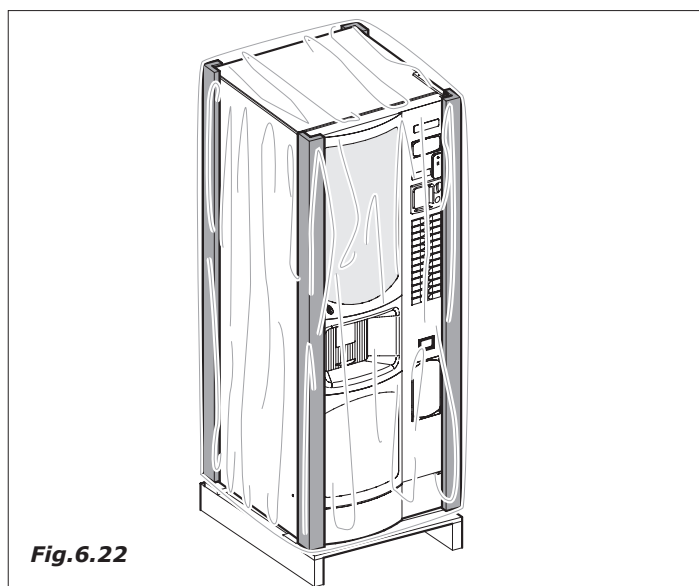

Fig.6.22
- Proteggere l'esterno con un film o sacco in cellophan (Fig.6.22)